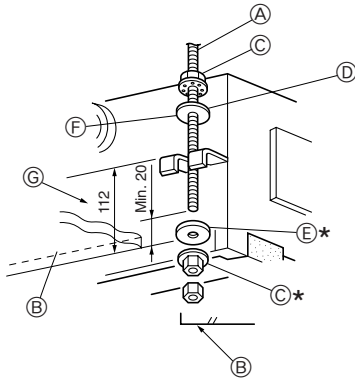
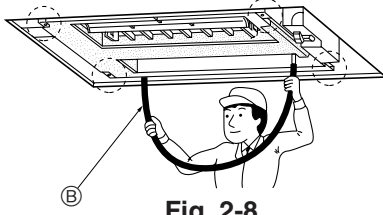

Fig. 2-7
Fig. 2-8
- Rondelaları ① ② (birlikte verilmiştir) ve somunlarını (yerel tedarik) önceden askı civatalarına vidalayın. (Fig. 2-7)
- * Bu işlemi şu sıraya göre gerçekleştirin (yukardan başlayarak): somun, izolasyonlu rondela ②, izolasyonsuz rondela ①, iki somun.
- * İzolasyonlu rondelayı ② resimdeki gibi izolasyonlu yüzeyi aşağıya doğru gelecek şekilde takın.
- Üniteyi, askı civatası ile iyice hizalanmış olarak monte edileceği yere kaldırın. Mesnedi, yerlerine takılmış olan ① ve ②, rondelaların arasına geçirdikten sonra yerine tespit edin. Bu işlemi dört noktanın tümünde gerçekleştirin.
- D Rondela ② (izolasyonlu)
- E Rondela ①
- Bir tesviye ruhuyla ya da içinde su olan bir şeffaf plastik boruyla dört köşenin de terazide olduğunu kontrol edin. (Fig. 2-8)